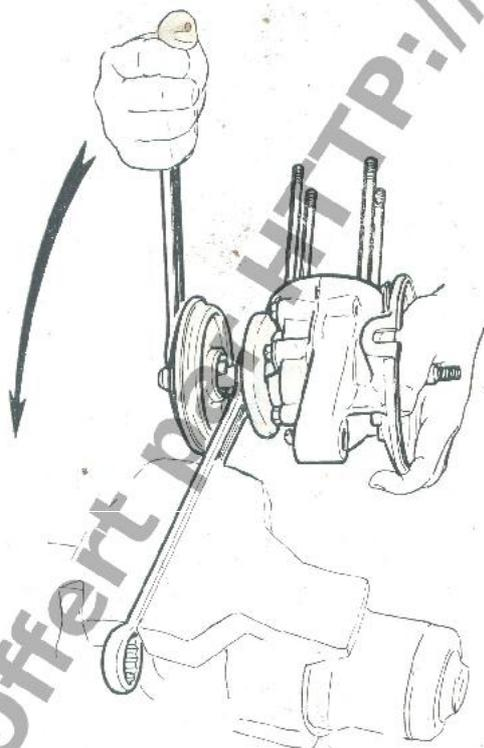

Fig. 19
- Serrer la clé à œil dans l'étau, maintenir le moteur appuyé contre cette clé (l'écrou étant introduit dans l'œil de la clé), à l'aide d'une clé plate de 23 engagée sur les méplats du coupleur, faire tourner le vilebrequin pour desserrer l'écrou (E) (fig. 19).